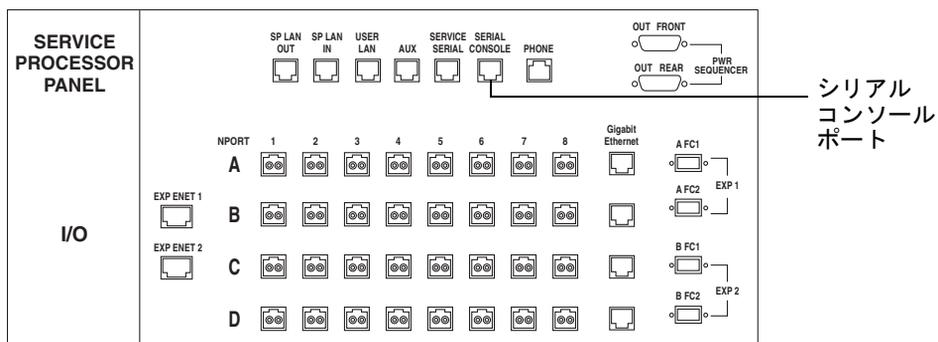

図 2-20 シリアルコンソールの接続
3. サービスパネルにある「シリアルコンソール」ポートとラップトップ、端末、またはワークステーションをシリアルケーブルで接続します (図 2-20)。